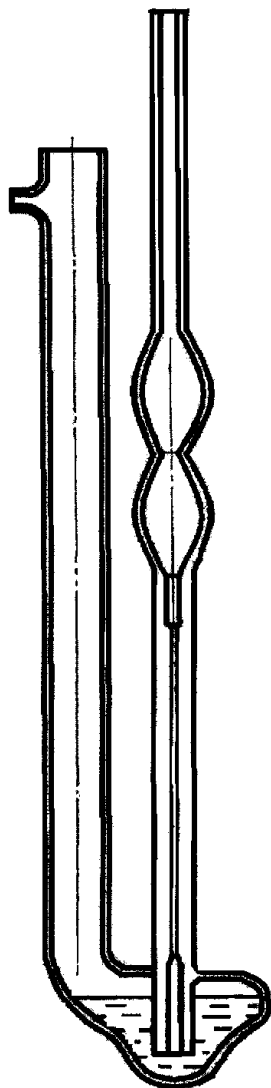
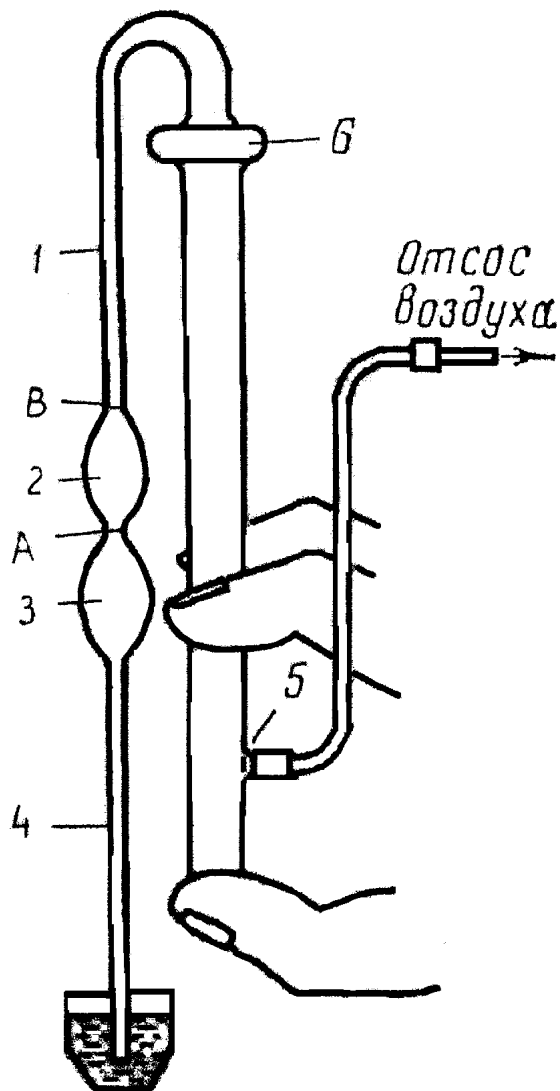

Рис. 3. Вискозиметр типа ВПЖ-2
Рис. 4. Вискозиметр Пинкевича:
Вязкость дизельного топлива принято выражать в единицах кинематической вязкости, которая определяется с помощью капиллярных вискозиметров. Наибольшее распространение получили вискозиметры типа ВПЖ-2 (рис. 3), ВПЖ-3 и вискозиметр Пинкевича (рис. 4).
Определение кинематической вязкости образца вязкости дизельного топлива на вискозиметре Пинкевича (рис. 4)
##### **2) Определение кинематической вязкости образца моторного масла на вискозиметре Пинкевича (рис. 4)**
1. Перевернуть вискозиметр и погрузить его узкое колено 4 в моторное масло (рис. 4), на газоотводный патрубок 5 надеть резиновую трубку с баллоном, отсасывающим воздух. Зажав
1. Заполнить широкое колено (рис. 4) вискозиметра дистиллированной водой так, чтобы уровень жидкости был близок к уровню отметки В в узком колене. С помощью избыточного давления в широком колене поднять уровень жидкости до отметки А, замерив соответствующий уровень жидкости в широком колене ( $h_1$ ).